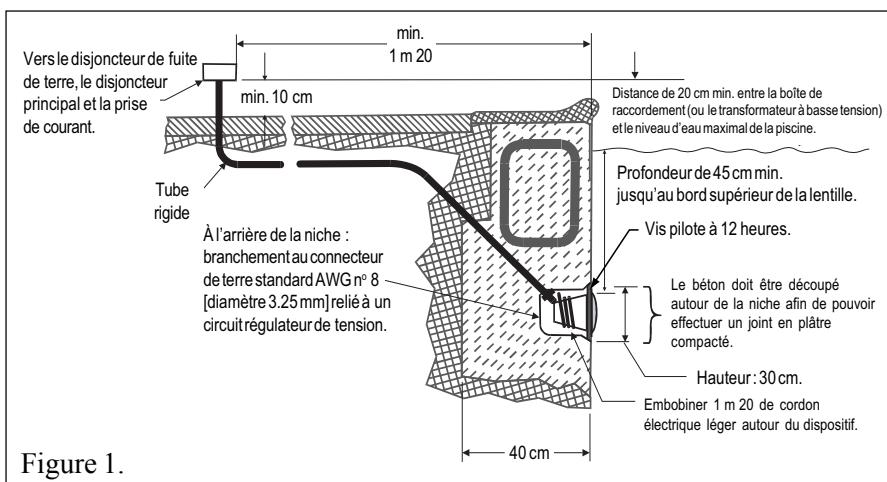

Figure 1.
- A. Étapes préliminaires à accomplir par l'électricien avant l'installation du luminaire (voir figure 1).
- La boîte de raccordement (ou, pour les modèles à 12 Volts, le transformateur à basse tension) est situé(e) à une hauteur d'au moins 20 cm au-dessus du niveau d'eau maximal de la piscine et à une distance d'au moins 1 m 20 du bord de la piscine (voir figure 1).
- La niche submersible doit être installée convenablement, de telle manière que le trou de la vis soit à 12 heures et que le rebord supérieur de la lentille du luminaire soit à une profondeur d'au moins 45 cm en-dessous de la surface de l'eau dans la piscine (voir Figure 1). (Pour le Canada : la profondeur ne doit pas dépasser 50 cm / 20 pouces.)
- La niche sous-marine est convenablement connectée à un circuit régulateur de tension et à une prise de terre par l'intermédiaire du connecteur de terre standard AWG n° 8 [» diamètre 3,25 mm] situé à l'arrière de la niche (voir figure 1).
- Faites passer le cordon électrique dans le tube jusqu'à la boîte de raccordement en laissant au moins 1 m 20 de cordon à embobiner autour du dispositif luminaire (voir figure 1). Cette longueur de cordon supplémentaire permettra l'entretien du dispositif luminaire après le remplissage de la piscine.
- b. La boîte de raccordement (ou, pour les modèles à 12 Volts, le transformateur à basse tension) est situé(e) à une hauteur d'au moins 20 cm au-dessus du niveau du sol et à une distance d'au moins 1 m 20 du bord de la piscine (voir figure 1).
- d. La niche sous-marine est convenablement installée, de telle manière que le bord supérieur de la lentille du luminaire sous-marin est à une profondeur d'au moins 45 cm en-dessous de la surface de l'eau dans la piscine (voir Figure 1).
- e. La niche sous-marine est convenablement connectée à un circuit régulateur de tension et à une prise de terre par l'intermédiaire du connecteur de terre standard AWG n° 8 [» diamètre 3,25 mm] situé à l'arrière de la niche (voir figure 1).
5. Laissez au moins 1 m 20 de cordon à embobiner autour du dispositif luminaire (voir figure 1). Cette longueur de cordon supplémentaire permettra l'entretien du dispositif luminaire après le remplissage de la piscine.